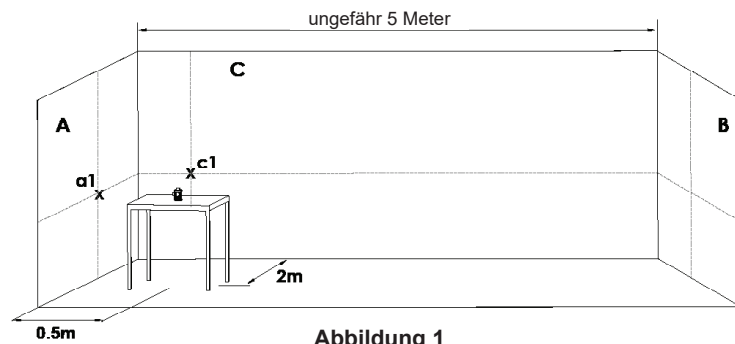

Abbildung 1
- 5) Markieren Sie auf der Wand A den Schnittpunkt der Strahlen als a1 und auf der Wand C den Mittelpunkt des Kreuzes als c1 (siehe Abbildung 1).